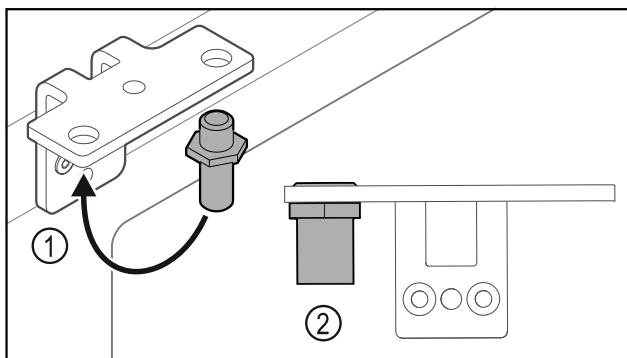

Fig. 17
- Flytta bulten Fig. 17 (1) i gångjärnsfästet.
- Dra åt bulten Fig. 17 (2) med ett **vridmoment på 12 Nm**.